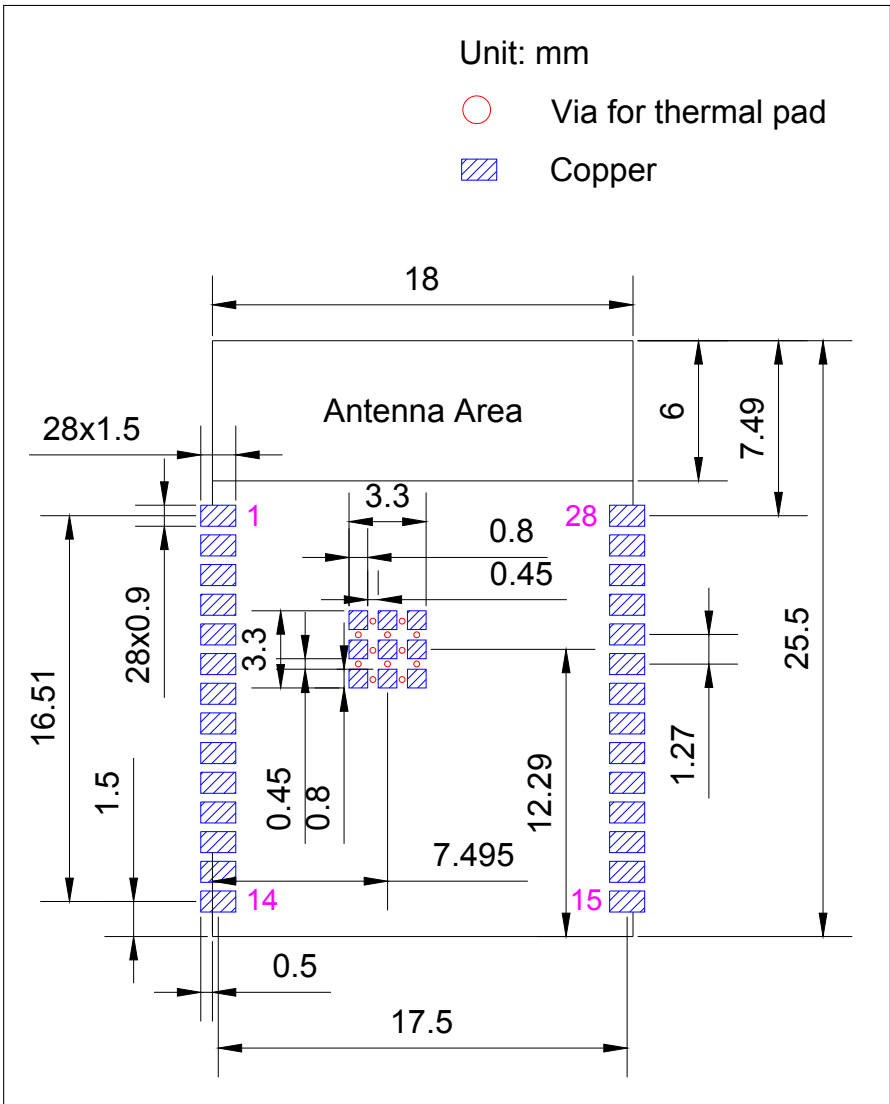
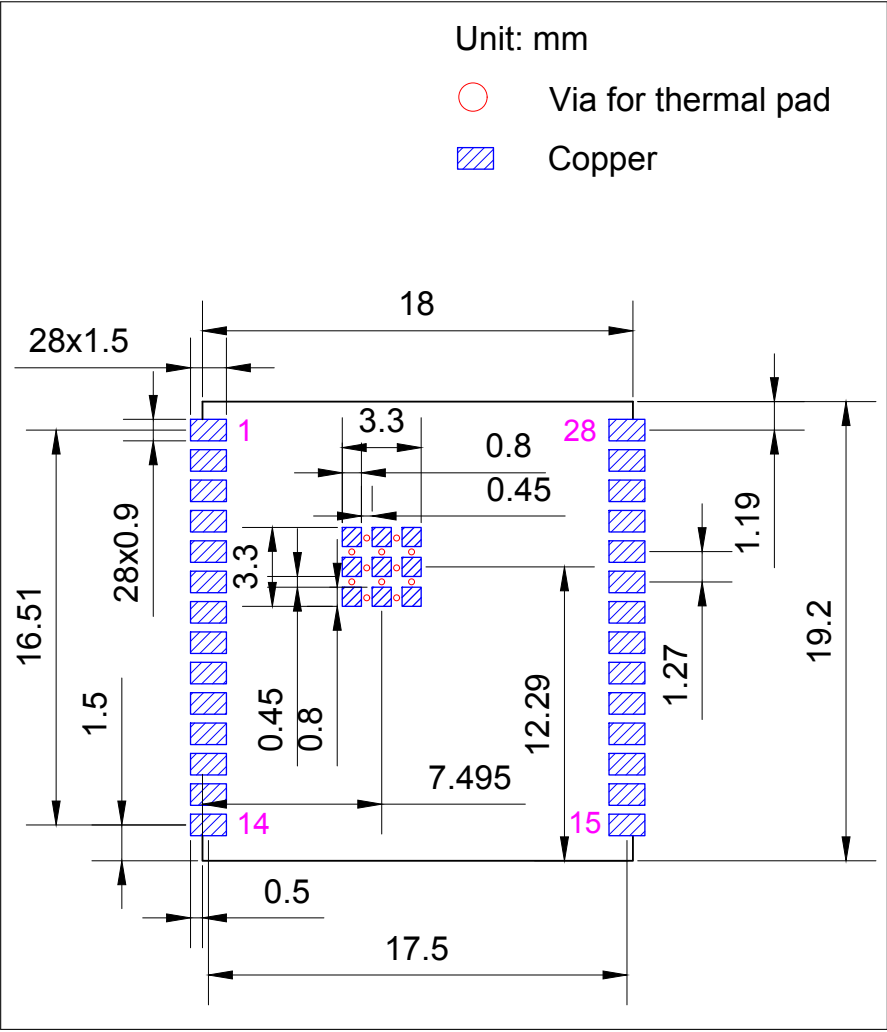

图 11: ESP32-C6-WROOM-1 推荐 PCB 封装图形
图 12: ESP32-C6-WROOM-1U 推荐 PCB 封装图形
- 推荐 PCB 封装图，标有 PCB 设计所需的全部尺寸。详见图 11 ESP32-C6-WROOM-1 推荐 PCB 封装图形 和图 12 ESP32-C6-WROOM-1U 推荐 PCB 封装图形。
- 推荐 PCB 封装图的源文件，用于测量图 11 和 12 中未标注的尺寸。您可用 Autodesk Viewer 查看 ESP32-C6-WROOM-1 和 ESP32-C6-WROOM-1U 的封装图源文件。